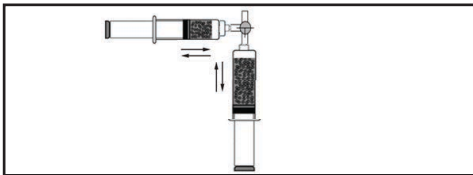

Abbildung 10.
2.4 Die Mikrosphären-Medikamenten-Beladungsspritze und die zweite Medikamentenspritze an einen Dreiwege-Absperrhahn anschließen (Abbildung 10).